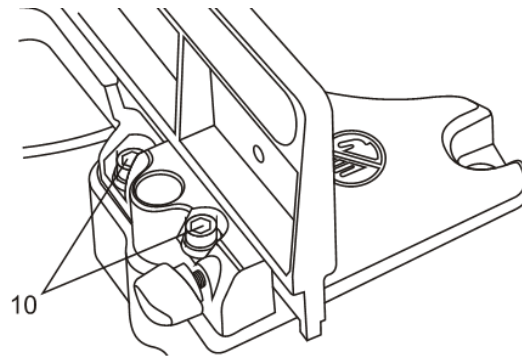

Fig. 9
6. Desserrez les quatre vis de réglage du guide (10) à l'aide de la clé hexagonale de 6 mm (fournie) (Fig. 9).